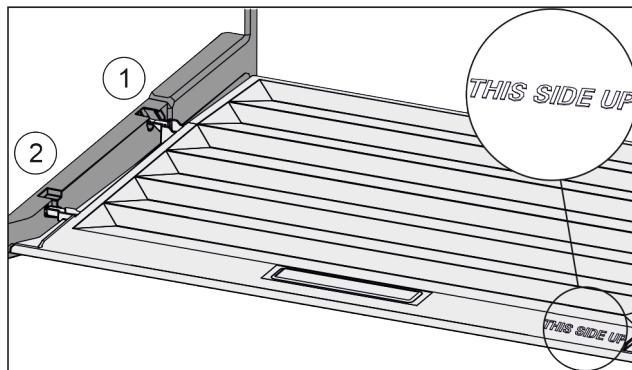

Fig. 25
- Встановити поперечні ребра через отвір заднього тримача Fig. 25 (1) і зафіксувати спереду у тримачі Fig. 25 (2).